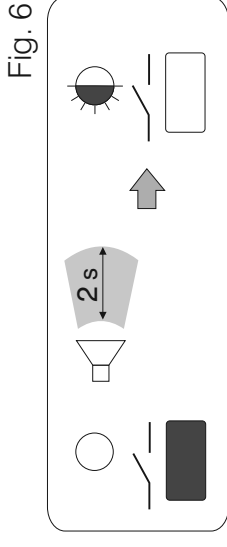

Fig. 6
- Maintenir la pression sur la touche " — " jusqu'à l'émission d'un simple signal sonore; puis la relâcher: la LED est clignotante (fig.6).